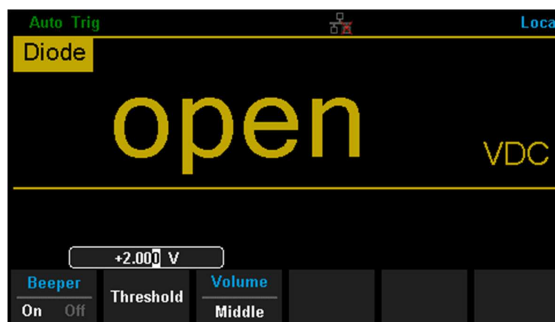

図 2-25 ダイオードテストインターフェース
1. 前面パネルの **Shift** と **Cont'd** を押してダイオードテスト画面に入ります（図 2-25 参照）。